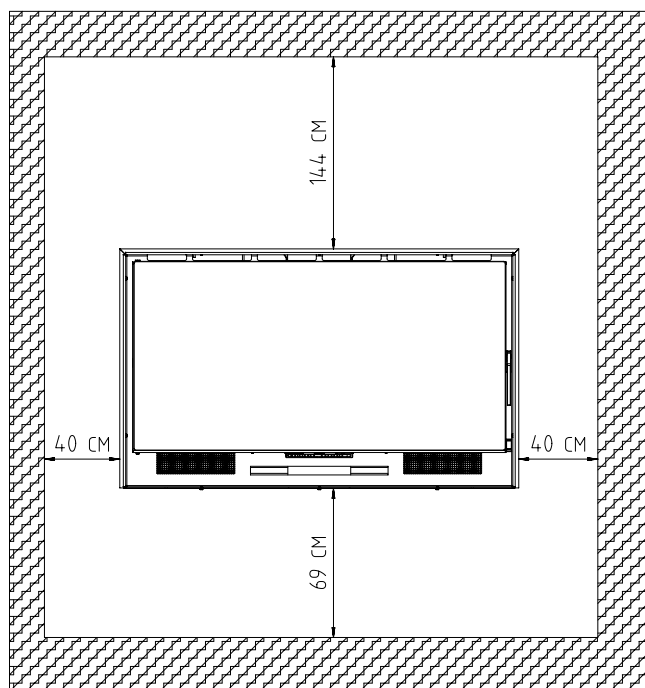

FIG. 14 - distâncias de segurança
- Mantenha afastado qualquer material combustível (móveis, cortinas, roupa, etc.), a uma distância mínima de segurança de 0,90 m. As distâncias mínimas de segurança de acordo com as recomendações feitas pelo órgão oficial, de acordo com a norma UNE-EN 13229: 2001 pode ser encontrada na Fig. 14 .